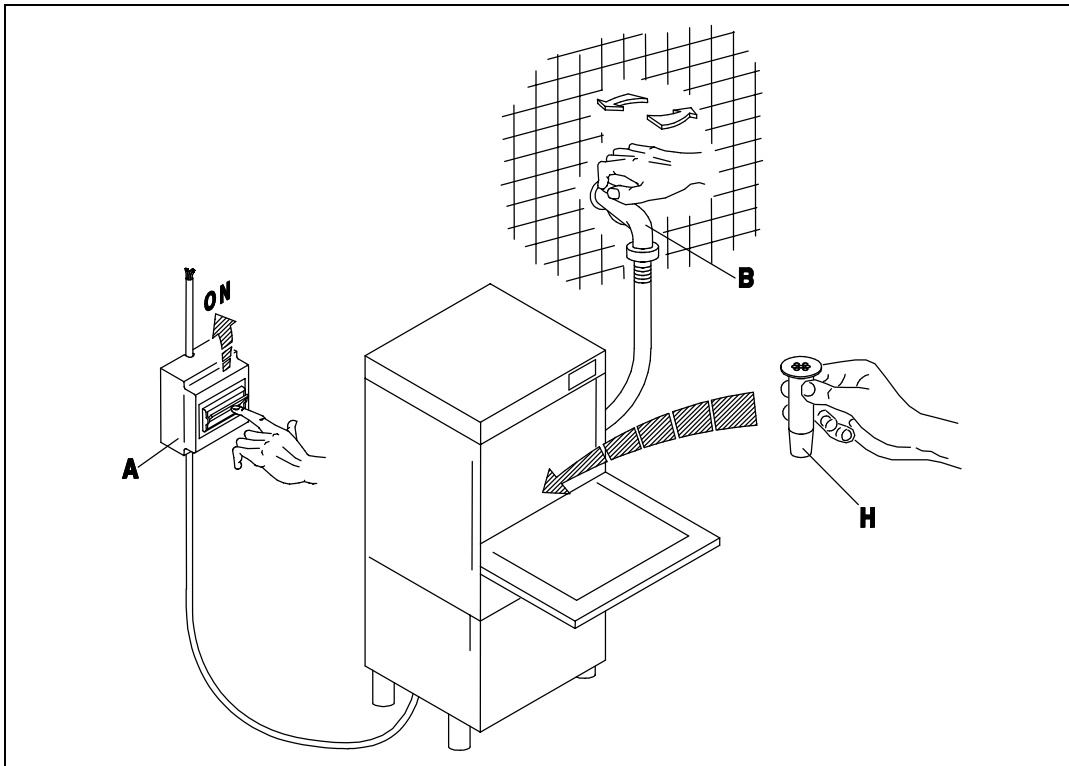

Fig. 3-1
- Aprire il rubinetto dell'acqua (B), inserire l'interruttore generale (A). Attivare l'interruttore principale dell'apparecchio (1), ne conseguirà l'accensione della spia (A) evidenziando che la macchina è sottoposta a tensione. A porta chiusa l'apparecchio si riempie d'acqua e alla fine del carico, si inseriscono automaticamente le resistenze della vasca e del boiler in alternanza. Il funzionamento delle resistenze è reso visibile dall'accensione delle spie (D) ed (E). Quando entrambe le spie si spengono l'acqua avrà raggiunto le temperature impostate e l'apparecchio sarà pronto per iniziare il lavaggio. (fig. 3-1÷3-2)
- Turn on the water tap (B) and switch on the master switch (A). Turn the appliance ON switch (1), which will cause the warning light (A) to illuminate, indicating that the machine is live. When the door is closed the appliance fills with water. When it is full, the tub and boiler heating elements come on automatically in alternation. When the elements are activated, the warning lights (D) and (E) are illuminated. When both warning lights go out the water has reached the set temperature and the appliance is ready to begin the washing cycle. (fig. 3-1÷3-2)
- Öffnen Sie den Wasserhahn (B) und betätigen Sie den Hauptschalter (A). Beim Betätigen des Hauptschalters (1) am Geschirrspüler wird die Anzeige (A) aufleuchten, an der Sie erkennen können, daß die Maschine unter Spannung steht. Bei geschlossener Tür läuft Wasser in die Maschine; ist die nötige Wassermenge einmal erreicht, so schalten die Widerstände des Spülbehälter und des Boilers automatisch eines nach dem anderen, ein. Der Betrieb der Widerstände wird durch das Aufleuchten der Anzeigen (D) und (E) erkennbar. Beide Leuchtanzeigen erlöschen, wenn das Wasser eine vorbestimmte Temperatur erreicht hat, d. h. wenn der Gläserspüler betriebsbereit ist. (fig. 3-1÷3-2)
- Ouvrir le robinet (B) et insérer l'interrupteur général (A). Ouvrir l'interrupteur principal de l'appareil (1), le voyant (A) s'allumera ce qui signifie que la machine est branchée. L'appareil se remplit d'eau avec porte fermée et à la fin du chargement les éléments chauffants de la cuve et du boiler entrent automatiquement en action en alternance. Les voyants (D) et (E) s'allument quand les éléments chauffants fonctionnent. Les deux voyants s'éteignent dès que l'eau a atteint la température programmée et l'appareil est prêt pour commencer le lavage. (fig. 3-1÷3-2)
- Abrir el grifo del agua (B), conectar el interruptor general (A). Activar el interruptor principal del aparato (1); el encendido de la luz testigo (A) indica que la máquina está en tensión. Con puerta cerrada el aparato se llena de agua y cuando la carga esté terminada se conectarán automáticamente las resistencias del tanque y de la caldera en la alternación. El funcionamiento de las resistencias es señalado por el encendido de las luces indicadoras (D) y (E). Cuando ambas luces se apaguen, el agua habrá alcanzado la temperatura programada y el aparato estará listo para empezar el lavado. (fig. 3-1÷3-2)
- Abrir a torneira de água (B), acionar o interruptor geral (A). Acionar o interruptor principal do aparelho (1), a luz (A) se acende evidenciando que a máquina esta sob tensão. Uma vez fechada a porta se enche de água e no final, as resistencias do cuba e do boiler começam a funcionar automaticamente na alternação. As luzes (D) e (E) indicam o funcionamento das duas resistencias. Quando ambas se apagarem é porque a temperatura alcançou seu nível desejado e a máquina estará pronta para iniciar a lavagem. (fig. 3-1÷3-2)
- Draai de waterkraan (B) open en schakel de hoofdschakelaar (A) in. Schakel de hoofdschakelaar van het apparaat (1) in waarna het lampje (A) gaat branden waaruit blijkt dat de machine onder stroom staat. Als de deur dichtgedaan wordt, loopt het apparaat vol met water en na afloop van het vollopen worden de verwarmingselementen van de kuip en van de boiler automatisch ingeschakeld in de afwisseling. De werking van de verwarmingselementen blijkt uit het feit dat de lampjes (D) en (E) gaan branden. Als allebei de lampjes uitgaan dan heeft het water de ingestelde temperatuur bereikt en is het apparaat klaar om met het afwasprogramma te beginnen. (Afb. 3-1 - 3-2)
- A riempimento avvenuto, aprire la porta (I) e introdurre il detersivo (ca. 2 gr. per litro di capacità della vasca). Inserire il cesto (L) carico e chiudere la porta (I). Selezionare il ciclo di lavaggio inserendo il pulsante (4) (ciclo breve (II) tasto premuto ÷ ciclo lungo (I) tasto rilasciato). A questo punto premere il pulsante START (3) (almeno per 2 secondi) e avrà inizio il ciclo di lavoro visualizzato dalla lampada spia (C): la fine del ciclo coincide con lo spegnimento di questa spia. Per spegnere la macchina si dovrà disinserire l'interruttore (1) portandolo nella posizione (0) spia (A) spenta. (Fig.3-1÷3-3).
- A riempimento avvenuto, aprire la porta (I) e introdurre il detersivo (ca. 2 gr. per litro di capacità della vasca). Inserire il cesto (L) carico e chiudere la porta (I). Selezionare il ciclo di lavaggio inserendo il pulsante (4) (ciclo breve (II) tasto premuto ÷ ciclo lungo (I) tasto rilasciato). A questo punto premere il pulsante START (3) (almeno per 2 secondi) e avrà inizio il ciclo di lavoro visualizzato dalla lampada spia (C): la fine del ciclo coincide con lo spegnimento di questa spia. Verranno eseguite automaticamente prima la fase di lavaggio, poi quella di scarico parziale della vasca ed infine il risciacquo caldo. Per spegnere la macchina si dovrà disinserire l'interruttore (1) portandolo nella posizione (0) spia (A) spenta. (Fig.3-1÷3-3).
- Lorsque le remplissage est terminé, ouvrir la porte (I) et verser le détergent (environ 2 g pour chaque litre remplissant la cuve). Introduire le panier (L) plein et fermer la porte (I). Sélectionner ensuite le cycle de lavage en actionnant le bouton-poussoir (4) (cycle court (II) touche enfoncée ÷ cycle long (I) touche relâchée). A ce stade, presser le bouton-poussoir START (3) (au moins 2 secondes) et le cycle de fonctionnement commencera, visualisé par la lampe-témoin (C). La fin du cycle coïncide avec l'extinction de ce voyant. Pour arrêter la machine, il faudra débrancher l'interrupteur (1) en le ramenant sur la position (0): lampe-témoin (A). (Fig.3-1÷3-3).
- Lorsque le remplissage est terminé, ouvrir la porte (I) et verser le détergent (environ 2 g pour chaque litre remplissant la cuve). Introduire le panier (L) plein et fermer la porte (I). Sélectionner ensuite le cycle de lavage en actionnant le bouton-poussoir (4) (cycle court (II) touche enfoncée ÷ cycle long (I) touche relâchée). A ce stade, presser le bouton-poussoir START (3) (au moins 2 secondes) et le cycle de fonctionnement commencera, visualisé par la lampe-témoin (C). La fin du cycle coïncide avec l'extinction de ce voyant. La phase de lavage, de vidange partiel de la cuve et enfin de rinçage chaud s'effectueront automatiquement. Pour arrêter la machine, il faudra débrancher l'interrupteur (1) en le ramenant sur la position (0): lampe-témoin (A). (Fig.3-1÷3-3).
- Después del llenado, abra la puerta (I) y vierta el detergente (2 gramos aproximadamente por litro de capacidad de la cuba). Introduzca el cesto (L) carga y cierre la puerta (I). Seleccione el ciclo de lavado por medio del selector (4) (ciclo breve (II) tecla pulsada ÷ ciclo largo (I) tecla soltada). Pulse ahora START (3) (al menos durante 2 segundos) para arrancar el ciclo de trabajo: se enciende la luz testigo (C), que se apagará al final del ciclo. Para apagar la máquina desconecte el interruptor (1) posición 0, luz testigo (A) apagada. (Fig.3-1÷3-3).
- Después del llenado, abra la puerta (I) y vierta el detergente (2 gramos aproximadamente por litro de capacidad de la cuba). Introduzca el cesto (L) carga y cierre la puerta (I). Seleccione el ciclo de lavado por medio del selector (4) (ciclo breve (II) tecla pulsada ÷ ciclo largo (I) tecla soltada). Pulse ahora START (3) (al menos durante 2 segundos) para arrancar el ciclo de trabajo: se enciende la luz testigo (C), que se apagará al final del ciclo. La máquina ejecuta automáticamente antes la etapas, luego la de descarga de la cuba y al finale l enjuague caliente. Para apagar la máquina desconecte el interruptor (1) posición 0, luz testigo (A) apagada. (Fig.3-1÷3-3).
- Doe na het vollopen de deur open (I) en doe er afwasmiddel in (ongeveer 2 g per liter inhoudscapaciteit van de kuip). Doe de beladen korf (L) erin en doe de deur (I) dicht. Stel het afwasprogramma in door op de knop (4) te drukken (kort programma (II) toets ingedrukt – lang programma (I) toets losgelaten). Druk nu op de START knop (3) waarna (minstens 2 seconden) het afwasprogramma zal beginnen dat aangegeven wordt door het controlelampje (C): het einde van het programma valt samen met het uitgaan van dit lampje. Om de machine uit te schakelen moet u de schakelaar (1) uitschakelen door hem op de stand (0) te zetten, lampje (A) uit (Afb. 3-1 ÷ 3-3).
- Doe na het vollopen de deur open (I) en doe er afwasmiddel in (ongeveer 2 g per liter inhoudscapaciteit van de kuip). Doe de beladen korf (L) erin en doe de deur (I) dicht. Stel het afwasprogramma in door op de knop (4) te drukken (kort programma (II) toets ingedrukt – lang programma (I) toets losgelaten). Druk nu op de START knop (3) waarna (minstens 2 seconden) het afwasprogramma zal beginnen dat aangegeven wordt door het controlelampje (C): het einde van het programma valt samen met het uitgaan van dit lampje. Eerst zal de afwasgang en daarna de gedeeltelijke afvoer van de kuip plaatsvinden en tot slot de spoelgang met warm water. Om de machine uit te schakelen moet u de schakelaar (1) uitschakelen door hem op de stand (0) te zetten, lampje (A) uit (Afb. 3-1 ÷ 3-3).